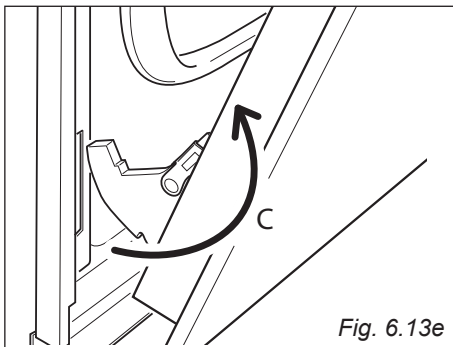

Fig. 6.13e
- Estrarre i ganci delle cerniere (destra e sinistra) dal loro alloggiamento (freccia "C" - fig. 6.13e).